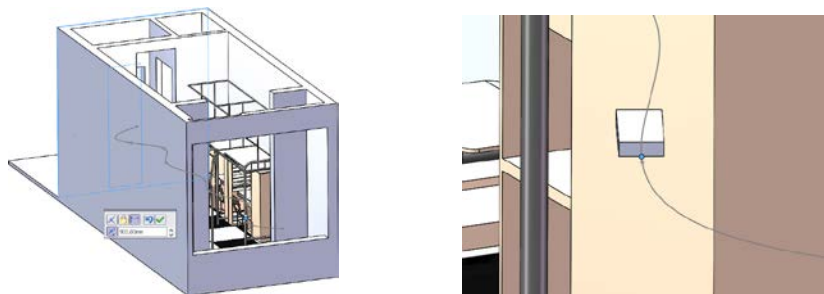

图 5-29 设置距离约束
STEP 3 设置相同的点到宿舍最前端外部面的距离配合为“900mm”, 如图 5-29 所示(如辅助块的中点无法被选中, 可将样条曲线暂时隐藏)。